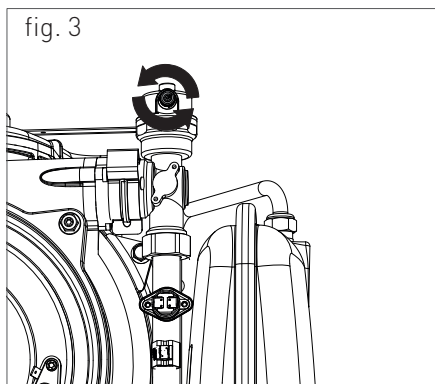

fig. 3
2. allentare leggermente il tappo della valvola jolly posizionata in alto al blocco a condensazione (fig. 3) per permettere all'aria di fuoriuscire dal punto più alto dell'impianto;
6. aprire le valvole di sfogo aria dei radiatori e controllare il processo di eliminazione di aria. **ALLA FUORIUSCITA DI ACQUA CHIUDERE LE VALVOLE DI SFOGO ARIA DEI RADIATORI E LA VALVOLA JOLLY POSIZIONATA IN ALTO AL BLOCCO A CONDENSAZIONE (FIG. 3).** se dopo le suddette operazioni si rilevasse una diminuzione della pressione dell'acqua nell'impianto, aprire di nuovo il rubinetto di carico "R" fino a che la pressione nel manometro non segni 1.2 bar (fig. 4).